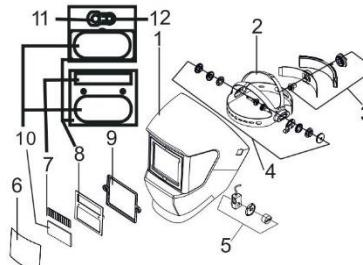

Рис.1
2.1. Можно настроить степень затемнения в области от 9 до 13 DIN. Ручка регулировки степени затемнения находится на внешней стороне маски (Рис.1 п.5). Установите нужный номер затемнения путем вращения ручки.
3.1. Скорость просветления обозначает время перехода светофильтра из темного состояния в светлое состояние в соответствии с токами сварки и интенсивностью остального света. Данный параметр настраивается путем регулировки ручки «DELAY» (Рис.1 п.12).
4.1. В соответствии с технологией сварки и светом окружающей среды, настройка чувствительности выполняется путем регулировки ручки «SENSITIVITY» (Рис.1 п.11).